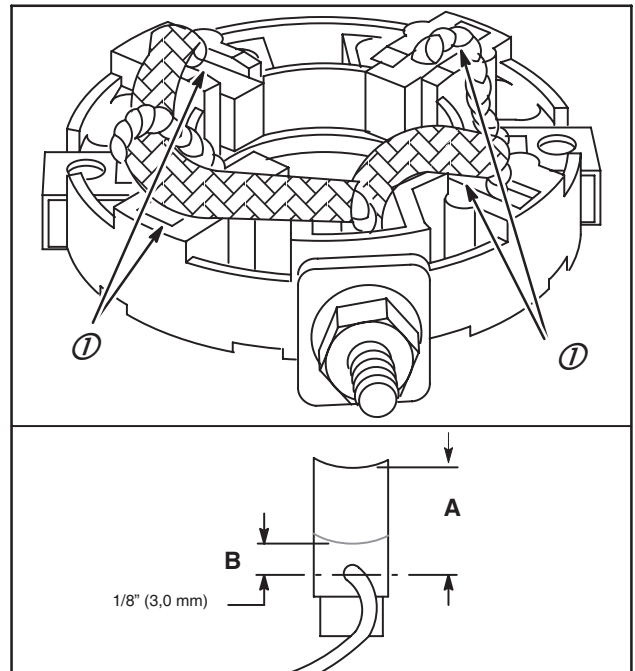

Fig. 70
13. Si les balais sont usés et ne mesurent plus que 3 mm (B), il faut les remplacer, Fig. 70. Longueur normale des balais neufs (A).
- Si les balais sont usés et ne mesurent plus que 3 mm, il faut les remplacer, Fig. 70.